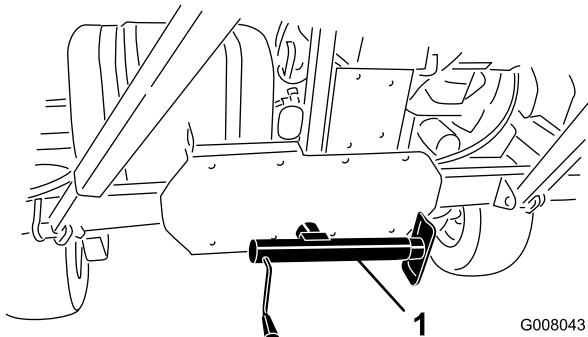

Figura 17
4. Baixe o macaco para o solo para estabilizar a máquina (Figura 17).